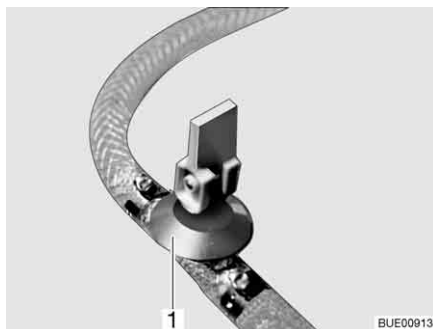
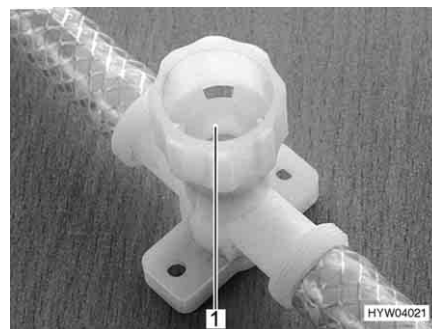

Fig. 225 Rubinetto di scarico (con leva a bilancere)
Fig. 226 Rubinetto di scarico (con tappo a vite)
- Chiudere tutti i rubinetti di scarico. Mettere la leva a bilanciere del rubinetto di scarico (Fig. 225,1) orizzontale o chiudere il coperchio del rubinetto di scarico (Fig. 226,1) in senso orario.